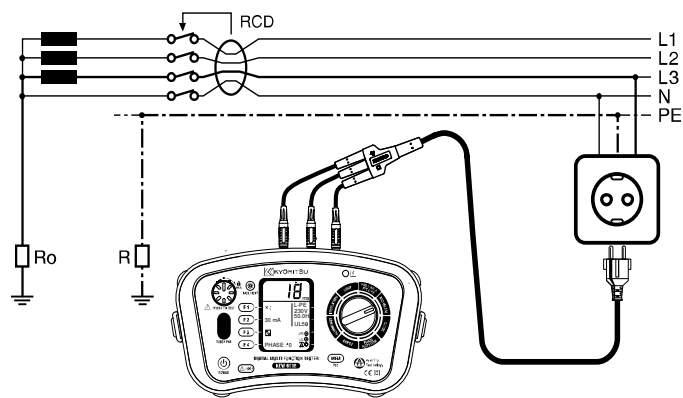

Fig.35
Bij een onvolmaakte aarding (Fig35) vloeit er een stroom door het menselijk lichaam; dit veroorzaakt een spanning. Deze spanning noemt men contactspanning (U_c). Tijdens de test genereert het toestel een stroom. Op basis van deze stroom kan de contactspanning berekend worden : $U_c = R \times (I \Delta N)$
2. Verbind de meetsnoeren met het te testen circuit. (Fig.35, 36, 37)